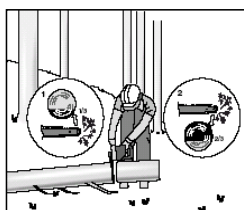

Рис. 4
Когда бревно имеет опору с одного конца, как показано на рис. 4, отпилить 1/3 диаметра с нижней стороны (под козлами) (1). Затем сделать окончательный рез сверху (2), навстречу первому резу.